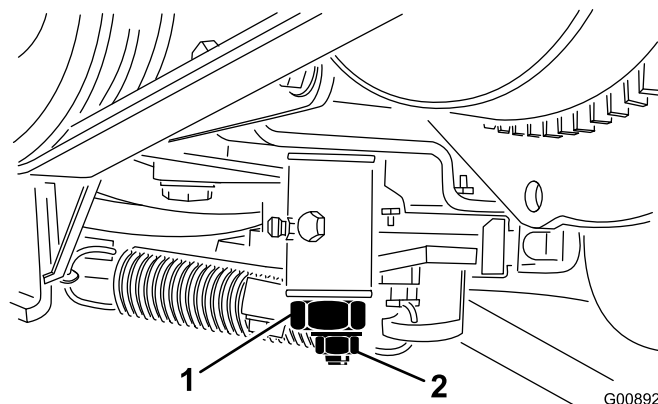

図 56
4. トラクション調整カムのロックナットをゆるめる (図 56)。